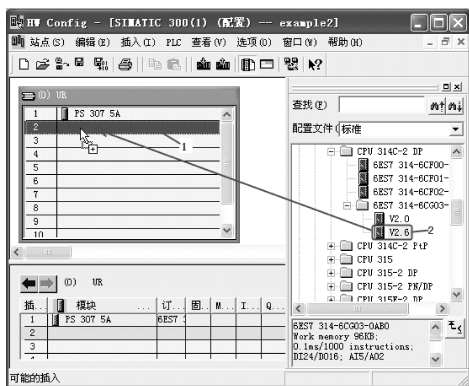

图 3-26 插入 CPU 模块（用拖放方法）
7) 插入 CPU 模块。在硬件组态界面中，用鼠标的左键选中“V2.6”，并按住不放，将 CPU 模块拖至 2 号槽位，如图 3-26 所示。也可以先选中“1”处，再双击“CPU 314 - 2 DP”下的“V2.6”，CPU 模块自动安装到 2 号槽位。